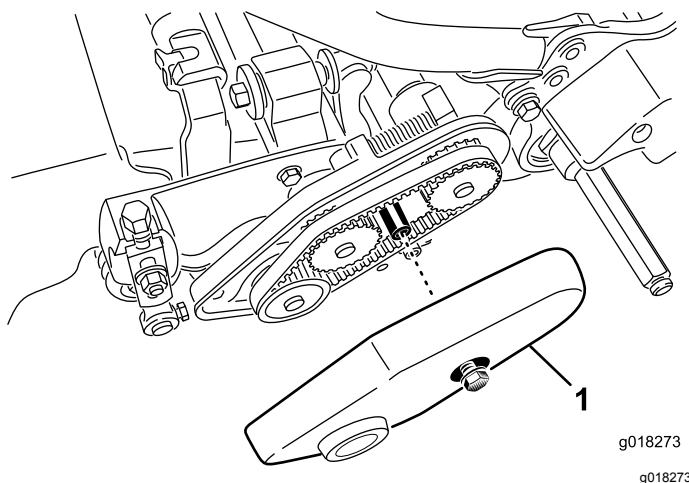

Figura 44
2. Solte o parafuso flangeado que fixa a cobertura da correia e retire a cobertura da correia para expor a correia (Figura 44).